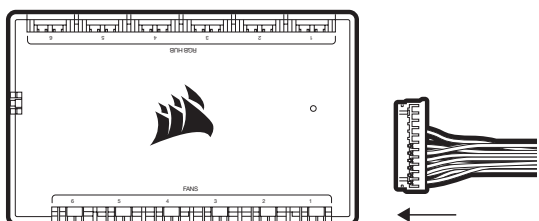

Figura 1
- > Conecte o cabo de 24 pinos da bomba ao Commander CORE (Figura 1).